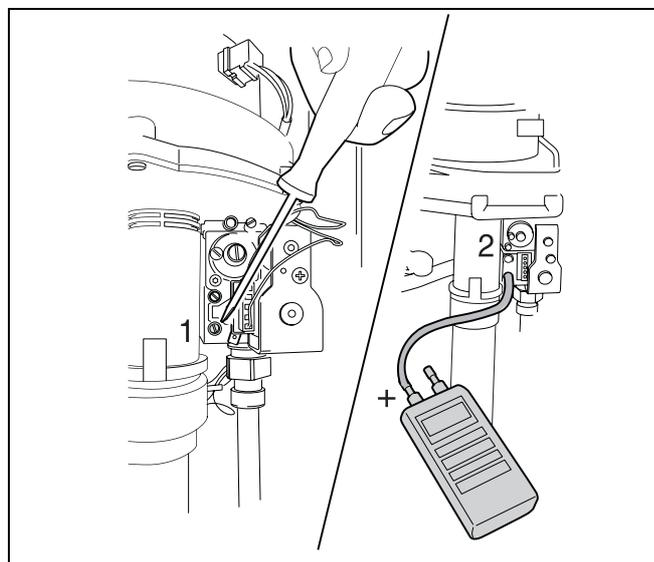

Fig. 27 Misurazione della pressione in entrata del gas
- Aprire leggermente la vite di tenuta del nipple di misurazione della pressione di precarica e collegare al nipple un tubo lungo (fig. 27).
- Svitare la vite del nipplo di misurazione inferiore (il nipplo di misurazione della pressione in entrata) facendole compiere due giri (fig. 27, pos. 1).
- Collegare uno dei tubi del manometro al nipplo di misurazione (fig. 27, pos. 2).